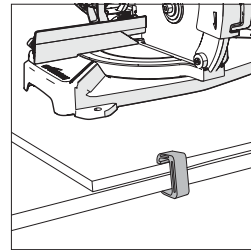

Abb. 2
- Verwenden Sie G-Schraubzwingen, um die Montageplatte an der Arbeitsoberfläche anzubringen. (**Abb. 2**)